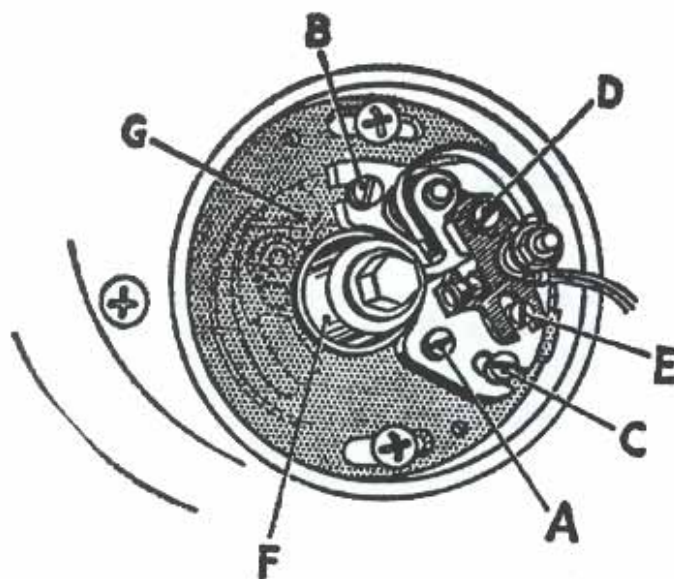

Fig. 7. Il ruttore (parte del dispositivo di anticipo automatico è tratteggiata dietro la base di montaggio). Modelli B.
Per verificare, togliere la candela e far girare il motore lentamente, fino a portare il bilanciere sulla cresta dell'eccentrico. In questa posizione, la distanza è al punto massimo; la messa a punto può venir verificata con uno spessimetro. Per apportare regolazioni, allentare la vite (D) indi regolare la piastra che sostiene il contatto fisso a mezzo della vite dell'eccentrico (E) fino a conseguire la giusta distanza. Bloccare la vite e verificare la messa a punto (Fig. 7 e 8).
(1) Pistone al punto morto superiore.
Se la regolazione dell'accensione non è in ordine, allentare le due viti (A) e (B) Fig. 7, che bloccano la piastra di supporto del ruttore indi intervenire sulla vite dell'eccentrico (C) e portare le puntine sul punto di apertura.
Le istruzioni suddette valgono altresì per i Modelli B, però facendo riferimento alla Fig. 7.